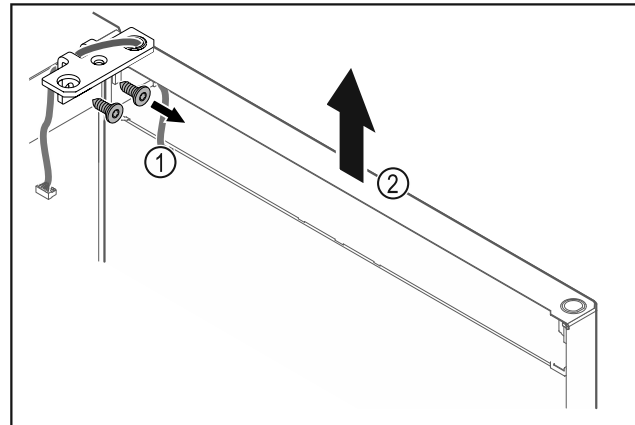

Fig. 17
- Scharnierwinkel Fig. 17 (1) abschrauben.
- Tür inklusive Scharnierwinkel Fig. 17 (2) circa 200 mm gerade nach oben heben und abnehmen.